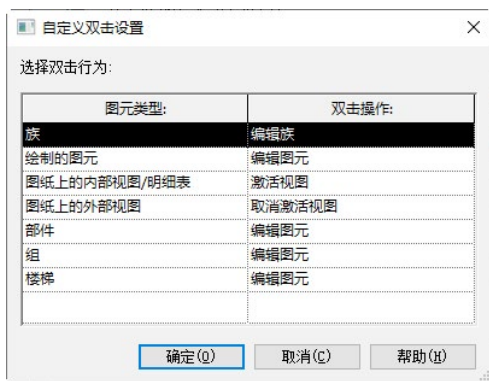

图 1-46 “自定义双击设置”对话框
- 双击选项：指定用于进入族、绘制的图元、部件、组等类型的编辑模式的双击动作。单击“自定义”按钮，打开如图 1-46 所示“自定义双击设置”对话框，选择图元类型，然后在对应的双击栏中单击，右侧会出现下拉箭头，单击在打开的下拉列表中选择对应的双击操作，单击“确定”按钮，完成双击设置。